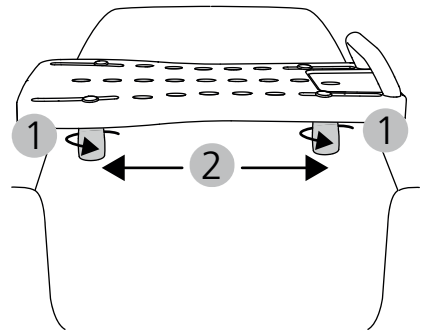

Abb. 3
1. Lösen Sie die Klemmzapfen an der Unterseite des Badewannenbrettes (nicht komplett abschrauben) (Abb. 3, 1).
3. Schieben Sie die Klemmzapfen gleichmäßig an den Wanneninnenrand (Abb. 3, 2) und ziehen Sie diese fest an .